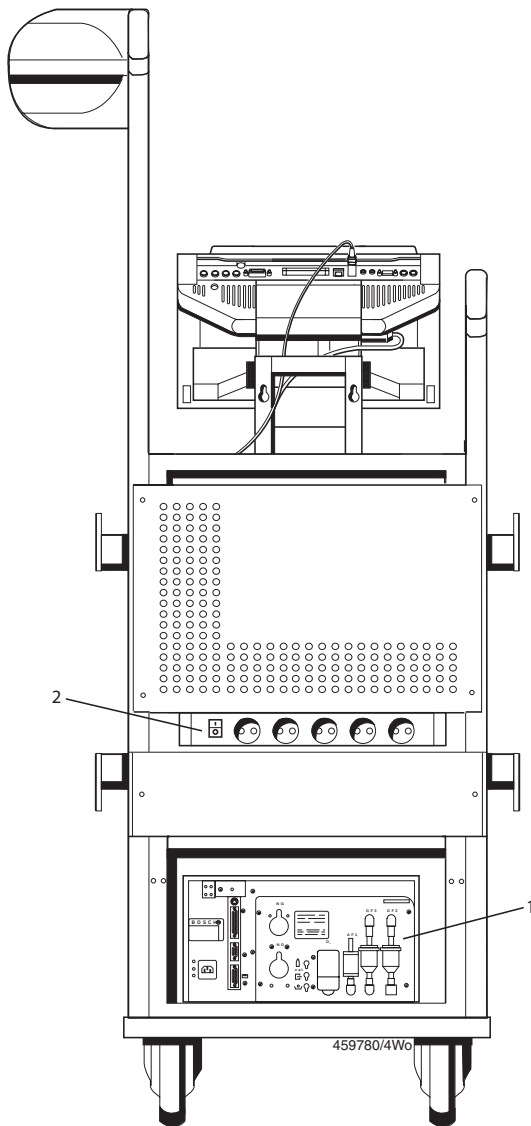

Fig. 2: Vista posterior FSA 750
Se conecta o desconecta el aparato con el conmutador de alimentación central ubicado en la parte posterior del aparato (ver fig. 2; pos. 2) FSA 750.